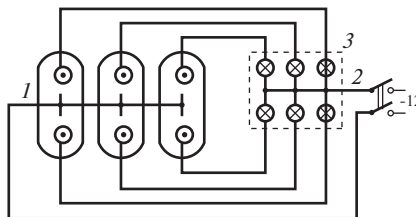

Рис. 2. Схема определения разновременности замыкания контактов масляного выключателя
**Проверка одновременности замыкания и размыкания контактов выключателя** производится также по схеме рисунок 2. Одновременность замыкания и размыкания контактов определяется при медленном ручном включении и отключении выключателя по меткам, наносимым при загорании и погасании ламп, фиксирующих моменты замыкания и размыкания соответствующих контактов выключателя они должны соответствовать заводским данным.